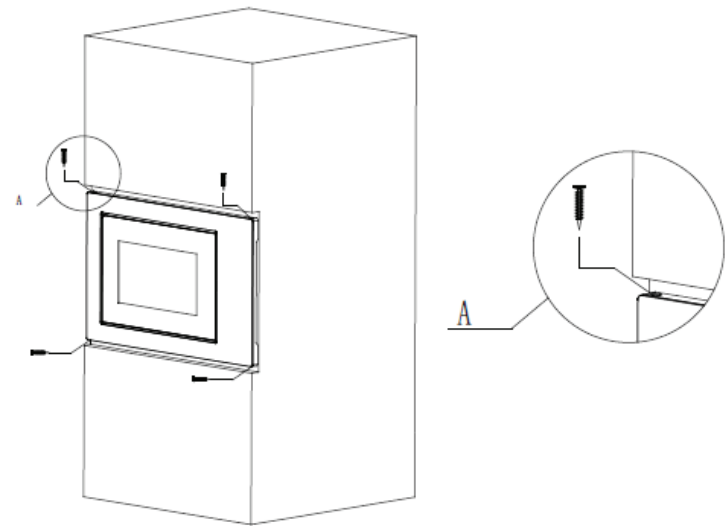

Fig.4
**4- Verwenden Sie die Schrauben aus der Verpackung, um den Mikrowellenherd im Schrank zu befestigen. (Abb. 4)**